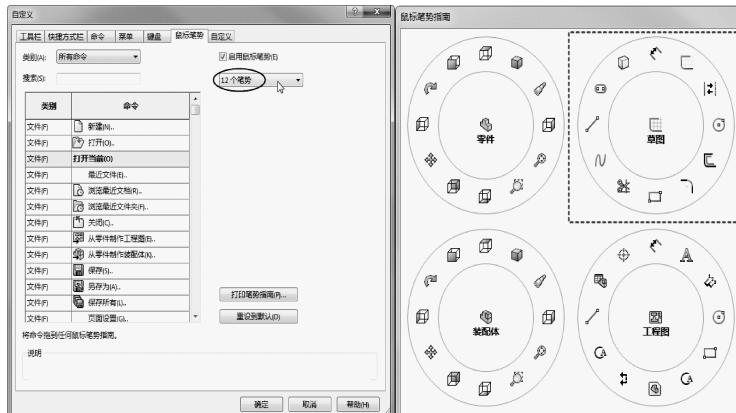

图 1-24 设置鼠标笔势
- 在【鼠标笔势】标签下选择【12 个笔势】选项，如图 1-24 所示。设置完成后关闭【自定义】对话框。